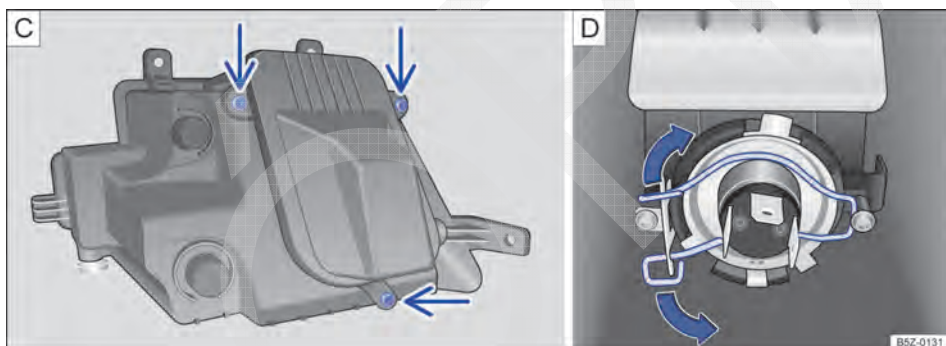

Fig. 177 No para-choque dianteiro: (C) retirar os parafusos da cobertura da lâmpada e (D) lâmpada do farol de neblina.
5. Retirar os parafusos indicados pelas setas → Fig. 177 C, para acessar a lâmpada do farol de neblina.
Comprimir a mola de travamento no sentido da seta e deslocá-la para destravar a lâmpada → Fig. 177 D.